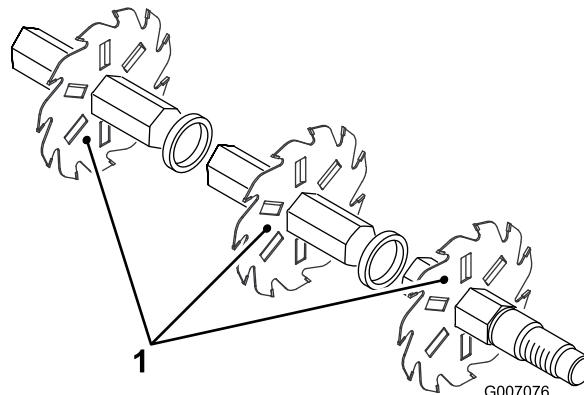

Figura 15
- Installare la lama successiva in senso antiorario in modo che il foro indicatore di riferimento non sia allineato con il foro della prima lama su un lato dell'albero esagonale (Figura 15). Proseguire in questo modo all'installazione di distanziatori e lame finché non è stato assemblato l'intero complemento di lame. Se correttamente installate, le lame sono centrate sull'albero e sfalsate in modo tale da presentarsi sotto forma di elica.